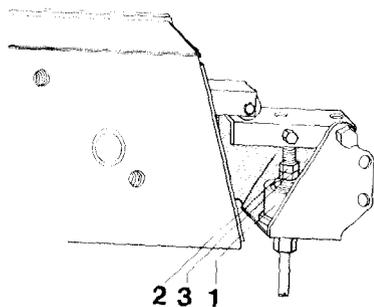

Fig. 55
Sollte der Hydraulikzylinder (Fig. 55/1) den Schaltkasten nicht umschalten, sind folgende Einstellungen bei ausgefahrenem Zylinder vorzunehmen:
- Kontermutter (Fig. 55/2) lösen.
- Mutter (Fig. 55/3) so weit nach links drehen, bis der Schaltkasten hörbar umschaltet, danach die Mutter zwei Umdrehungen weiterdrehen und kontern.
- Kontermutter (Fig. 55/2) festziehen.